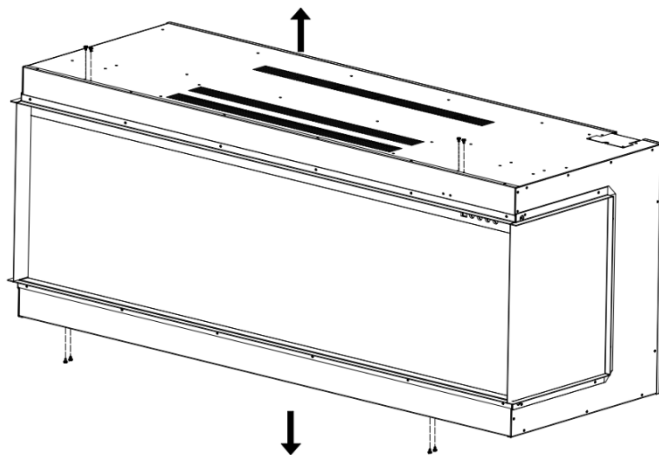

Fig.3-1
4. Scoateți șuruburile de la șemineu, așa cum se arată în imaginea de mai jos. Fig.3-1